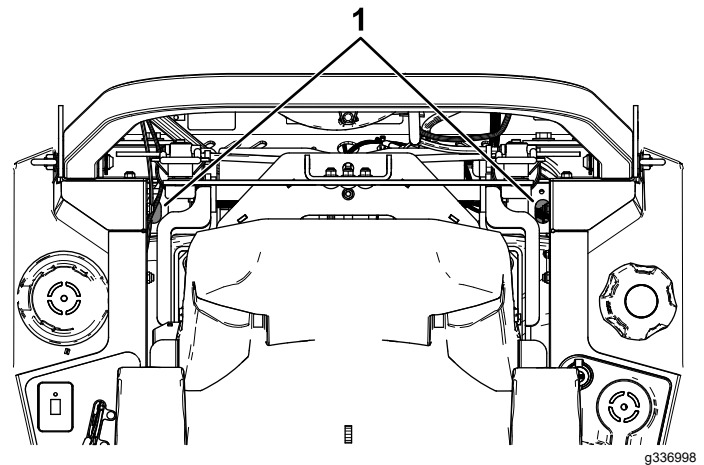

Figura 66
4. Utilice una extensión y una llave de vaso de 7/16" para acceder al tapón de ventilación desde la parte superior de la máquina a través de los orificios situados cerca de los soportes de la barra antivuelco (Figura 66).